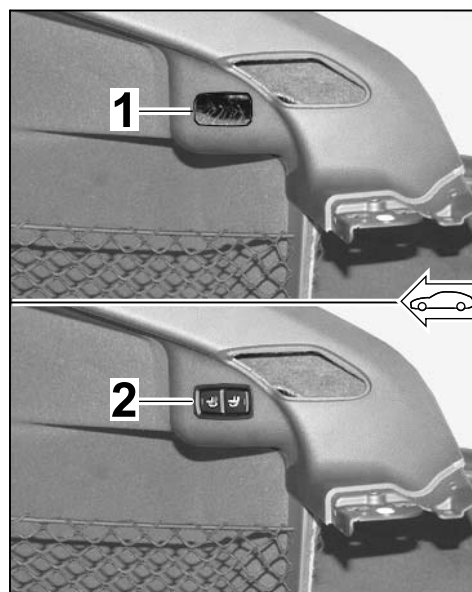

Рис. 15
3.1.2 Выполнить штекерное соединение (6-контактное) кнопки тягово-сцепного устройства и установить кнопку тягово-сцепного устройства в вырезе боковой обшивки (⇒ *Рис. 15*).